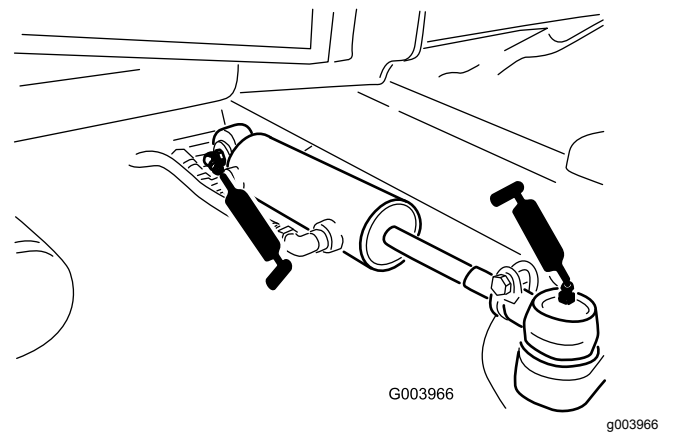

Figura 70
- Giunti a sfera (2) del cilindro di sterzo (Figura 70)